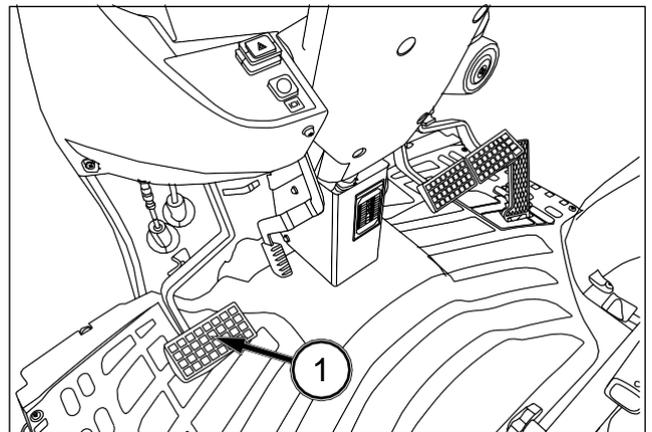

FIG. 61
FIG. 61: Cuando el pedal de acoplamiento (1) está pisado a fondo, la transmisión se embraga, lo que permite arrancar el motor, cambiar las relaciones y parar el desplazamiento del tractor. Para desembragar la tracción integral (4 ruedas motrices), también es necesario pisar a fondo el pedal de acoplamiento.